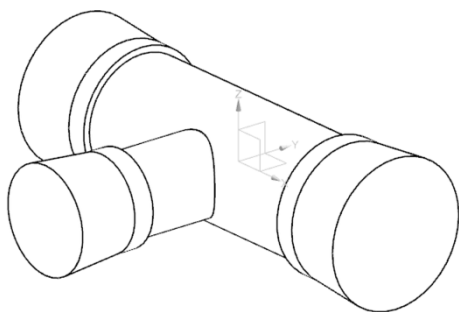

图 6-31 修整旋转体（三）
(54) 选取“菜单 | 插入 | 组合 | 减去”按钮 ，以旋转体（三）为目标体，旋转体（一）为工具体，在【求差】对话框中勾选“☒保存工具”复选框，单击“确定”按钮，修整旋转体（三），此时旋转体（三）与旋转体（一）有交线，如图 6-31 所示。